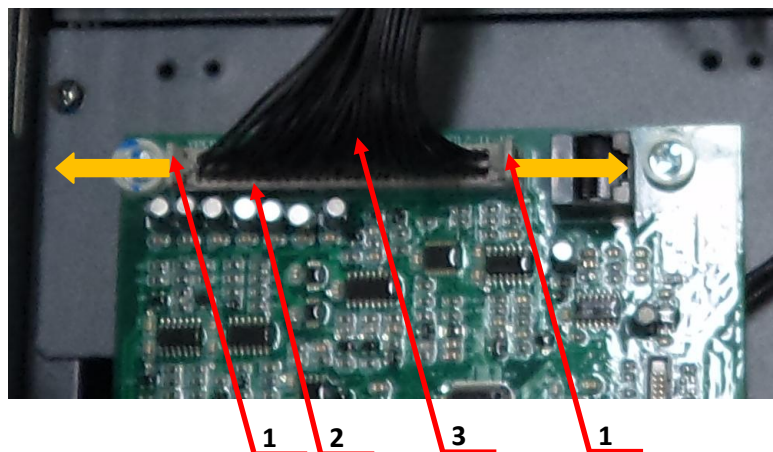

Рис. 6.5
- 6.3.2. Аккуратно, отжать, в направлении указанном жёлтыми стрелками, фиксаторы поз.1 разъёма поз.2 шлейфа платы ЦП поз.3 (рисунок 6.5). Отсоединить разъем шлейфа платы ЦП от ответного разъёма на плате ЦП.